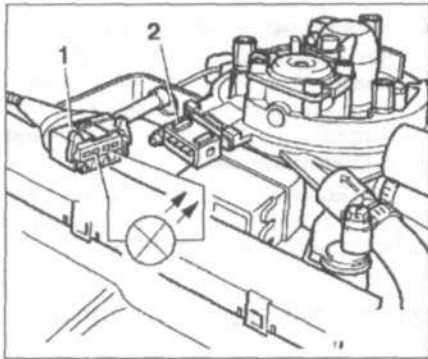

Рис. 5.51. Отсоедините разъем проводки 1 от форсунки 2.
6. Отсоедините разъем проводки 1 от форсунки 2 (рис. 5.51).